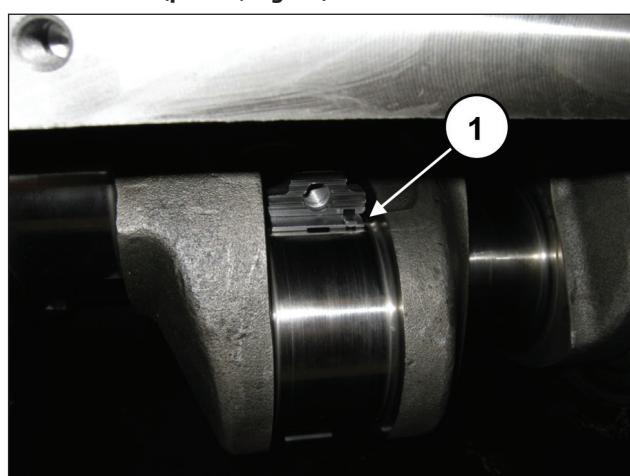

Fig. 67
Insira os semi-rolamentos superiores entre a haste e o eixo (pos. ①, Fig. 67).